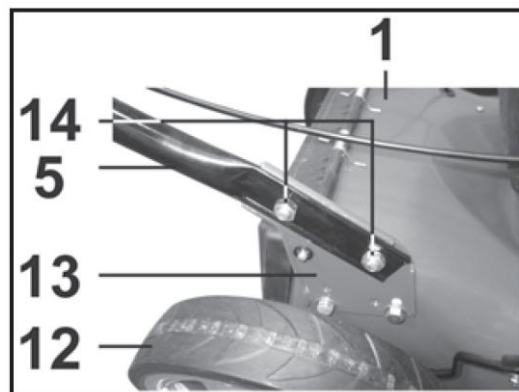

Рис. 3
6.1 Сборка и установка рукоятки (Рис. 3, 4)